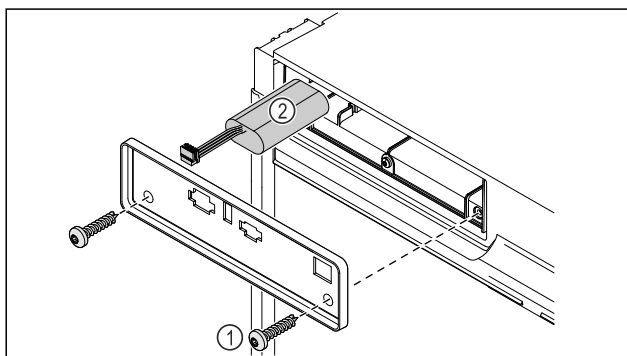

Fig. 228
- ▶ Keerake kruvid välja ja eemaldage kate seadme tagaküljelt Fig. 228 (1).
- ▶ Lahutage aku ja võtke välja Fig. 228 (2).